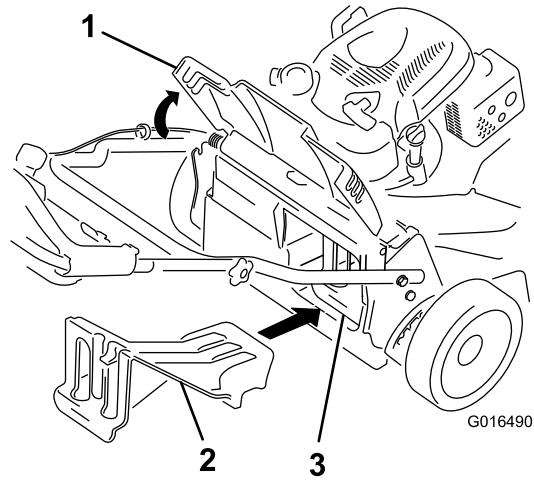

Рисунок 24
- Если не установлена заглушка заднего выброса, возьмите ее за рукоятку, поднимите задний отражатель и вставьте ее в желоб заднего выброса, пока защелка не зафиксируется на месте, см. Рисунок 24.
**Внимание:** Убедитесь, что задняя выпускная пробка установлена на своем месте, и произведите утилизацию травы и срезанных листьев (Рисунок 24).